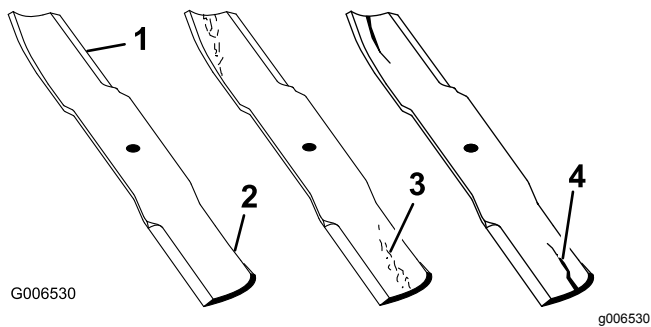

Figura 52
- Inspeccione los filos de corte (Figura 52).
- Si observa fisuras, desgaste o la formación de una ranura en esta zona, instale de inmediato una cuchilla nueva (Figura 52).